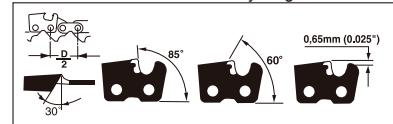

Fig. 21
**AFILADO DE CADENA** - El paso de la cadena (Fig. 21) es de  $3/8''$  LoPro x  $0.050''$ . Afile la cadena utilizando guantes protectores y una lima redonda de  $0.65/32''$  (4 mm).
Afile siempre las cuchillas solo con movimientos hacia afuera (Fig. 22) respetando los valores proporcionados en la Fig. 21.